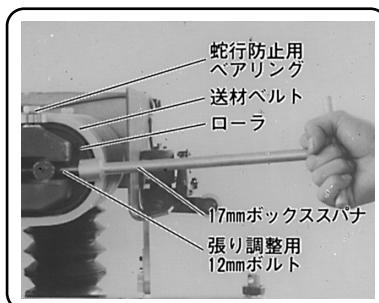

図 32
- (2) 蛇行防止用ペアリングを固定している10mmボルトを付属の17mmボックススパナでゆるめ、取りはずします。（図32参照）